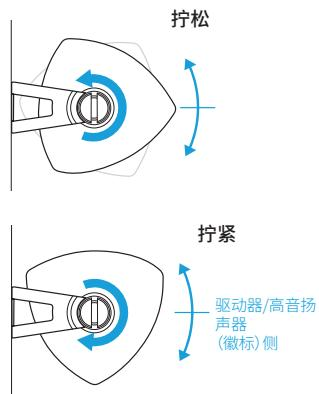

图 6
- 安装扬声器后,可以松开支架锁定旋钮以“瞄准”扬声器,然后用手拧紧,保持扬声器角度正确(见图 6)。